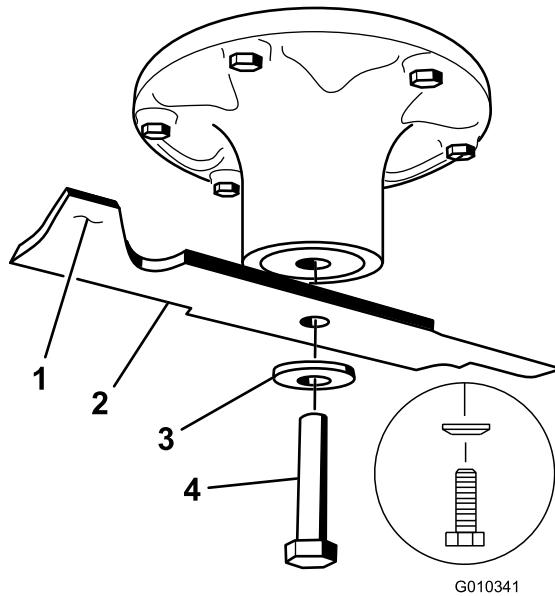
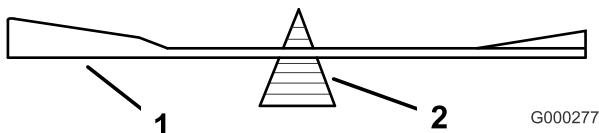

Bild 61
Bild 63
Halten Sie das Ende des Messers mit einem stark wattierten Handschuh oderwickeln Sie einen Lappen um es herum. Entfernen Sie die Messerschraube, Wellenscheibe und das Messer von der Spindelwelle (Bild 61).
2. Überprüfen Sie die Auswuchtung des Schnittmessers auf einer Ausgleichsmaschine (Bild 63). Wenn das Schnittmesser in seiner horizontalen Position bleibt, ist es ausgewuchtet und kann wiederverwendet werden. Feilen Sie, wenn das Schnittmesser nicht ausgewuchtet ist, vom Flügelbereich des Messers etwas Metall ab (Bild 61). Wiederholen Sie diesen Vorgang, bis das Messer ausgewuchtet ist.
1. Setzen Sie das Messer auf die Spindelwelle (Bild 61). **Wichtig:** Der gebogene Teil des Schnittmessers muss nach oben zur Innenseite des Mähwerks zeigen, um einen guten Schnitt sicherzustellen.
2. Setzen Sie die Federscheibe und die Messerschraube ein. Der Konus der Federscheibe muss bei der Installation in Richtung Schraubenkopf zeigen (Bild 61). Ziehen Sie die Messerschraube mit 135 bis 150 Nm an.